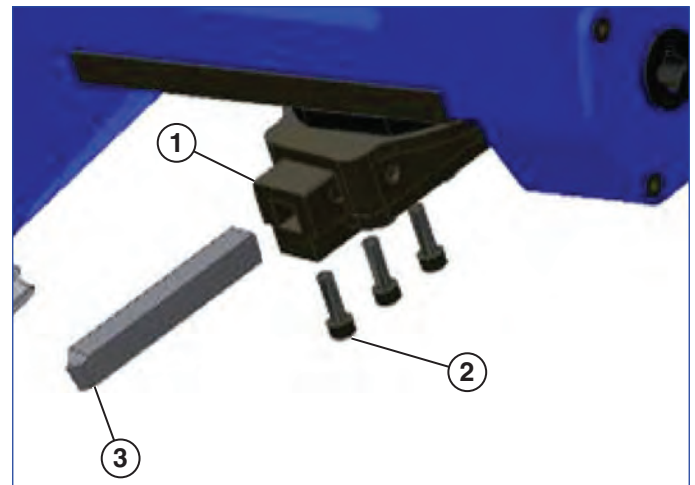

Abb. 7
5. Installieren Sie den Werkzeugeinsatz im Werkzeugblock (**siehe Abb. 7**). Achten Sie darauf, dass die Schneidfläche von den Werkzeugeinsatzschrauben weg zeigt. Positionieren Sie den Werkzeugeinsatz so, dass ca. 12,7 - 19,05 mm davon unten aus dem Werkzeugblock herausragen; ziehen Sie die 3 Werkzeugeinsatz-Einstellschrauben an.